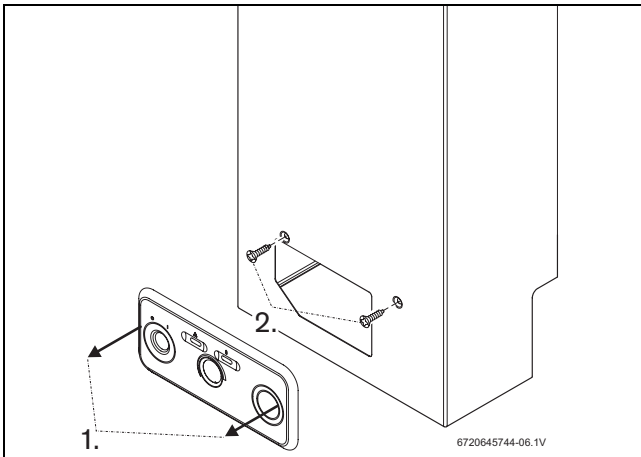

Fig. 16 Smontaggio mantellatura
- ▶ Distaccare il pannellino frontale tirandolo verso l'esterno (→Fig. 16, [1]).
- ▶ Svitare le due viti (→Fig. 16, [2]).